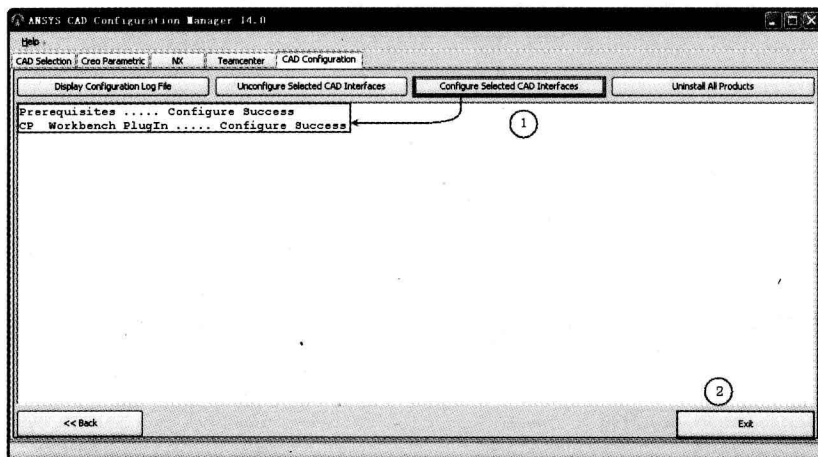

图 1-5 Pro/E 软件设置
Step4: 在如图 1-5 所示的 CAD Configuration 选项卡中单击 Configure Selected CAD Interface 按钮, 经过一段时间, 会在下面的白色面板中出现图中所示的两行文字, 说明设置成功, 单击 Exit 按钮, 在弹出的对话框中单击“确定”按钮, 退出软件设置窗口。